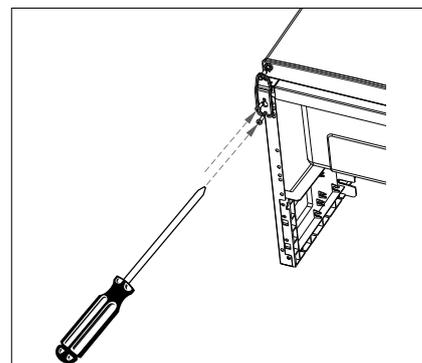

Fig. 12
- ▶ Spænd ikke skruerne helt fast endnu, da frysekabsdøren (4) stadig skal kunne justeres. Spænd først skruerne, når en ensartet lukning af frysekabsdøren (4) er mulig. (fig. 12)